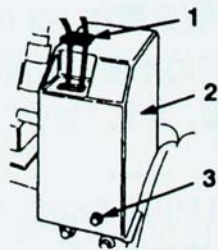

图5
15.用3个1/2英寸(1.3cm)螺栓, 将上皮带罩安装在发动机架板上。(图5)